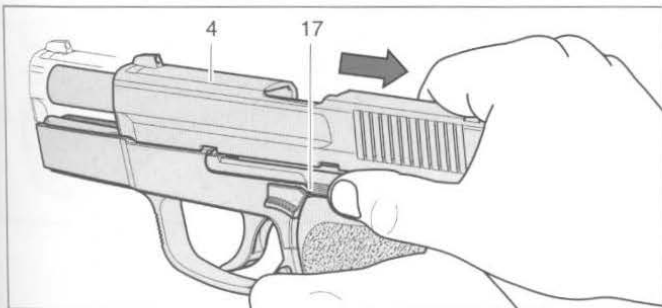

Abb. 8
2. Verschluss **4** bis zum Anschlag nach hinten ziehen und durch Hochdrücken des Verschlussfanghebels **17** den Verschluss **4** in geöffneten Stellung festhalten (Abb. 8).